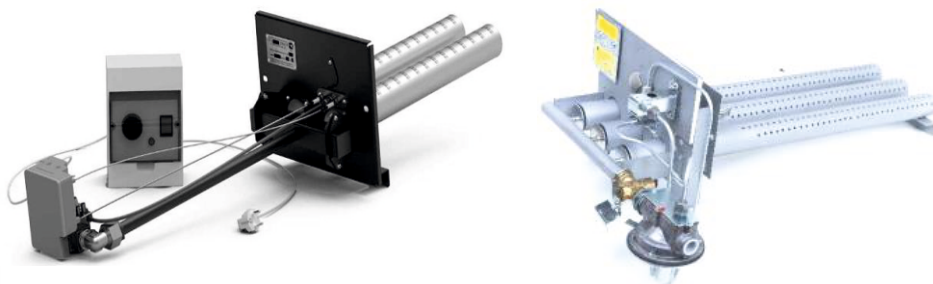

Рис. 2 Внешний вид горелочных устройств
**!** Внешний вид горелочного устройства может отличаться от представленного на рис. 2